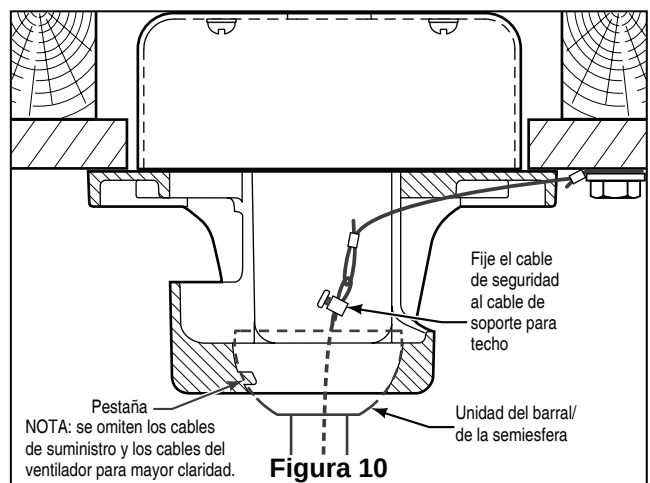

Figura 10
4. Levante cuidadosamente el ventilador y coloque el ensamble de la bola para colgar/varilla en la abrazadera para colgar que acaba de fijar a la caja de salida. Asegúrese de que la ranura de la bola esté alineada con la lengüeta de la abrazadera para colgar. (Figura. 10)
- ☐ 5. Fije el cable de seguridad al cable de soporte para techo. Deslice la abrazadera de cables por el cable de seguridad (del ventilador). Pase el extremo del cable a través del aro que forma el cable de soporte para techo. Tire lo más posible del cable a través del aro. Inserte el extremo del cable en el orificio de la abrazadera y ajuste firmemente el tornillo (Figura 10).